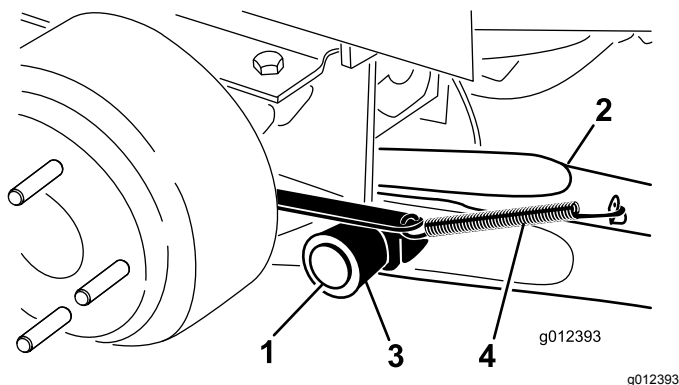

図 4
4. ピボットピン 1 本、コッターピン 1 本を使って、ピボットブラケットに昇降アームを取り付ける 図 4。
- ブレーキリターンスプリングを昇降アームのタブ引っ掛ける 図 4。